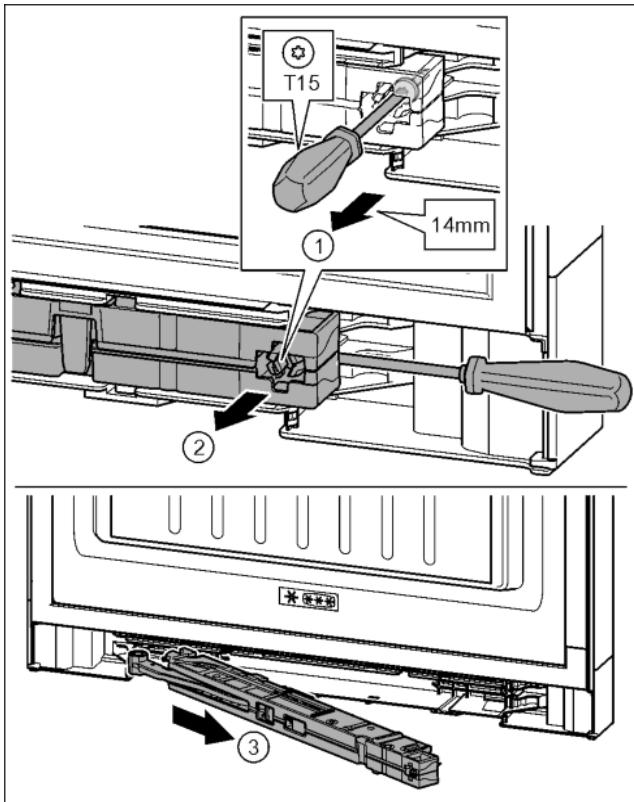

Fig. 21
- Ослабить винт на узле амортизатора с помощью отвертки T15 примерно на 14 мм. Fig. 21 (1)
- Переместить отвертку со стороны ручки за узел амортизатора. Повернуть узел вперед. Fig. 21 (2)
- Вытащить узел амортизатора. Fig. 21 (3)